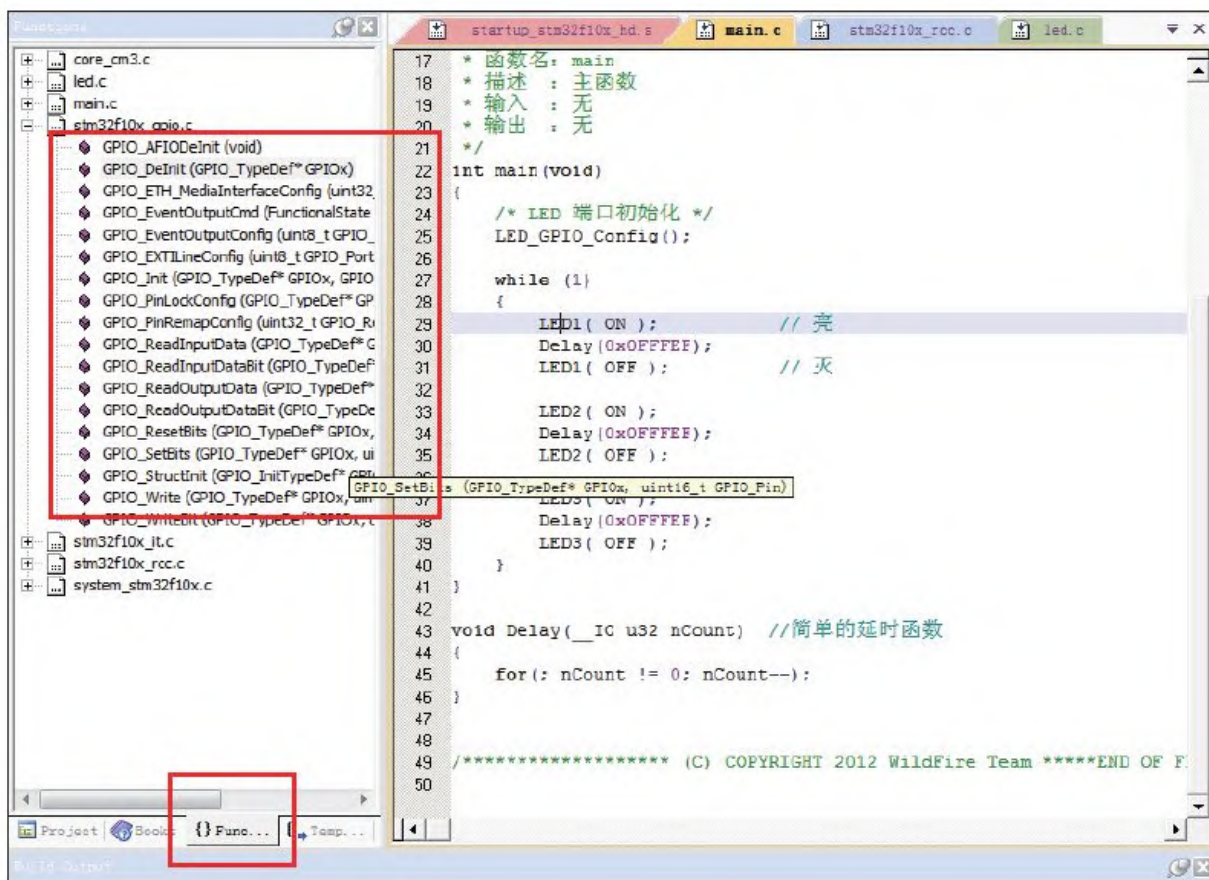

图 5-14 查找工程中的函数
3) 函数太多了, 如何在函数的海洋中把它找出来? 根据标签查找函数。点击图5-14中左侧的函数名即可跳转到相应的函数定义处。